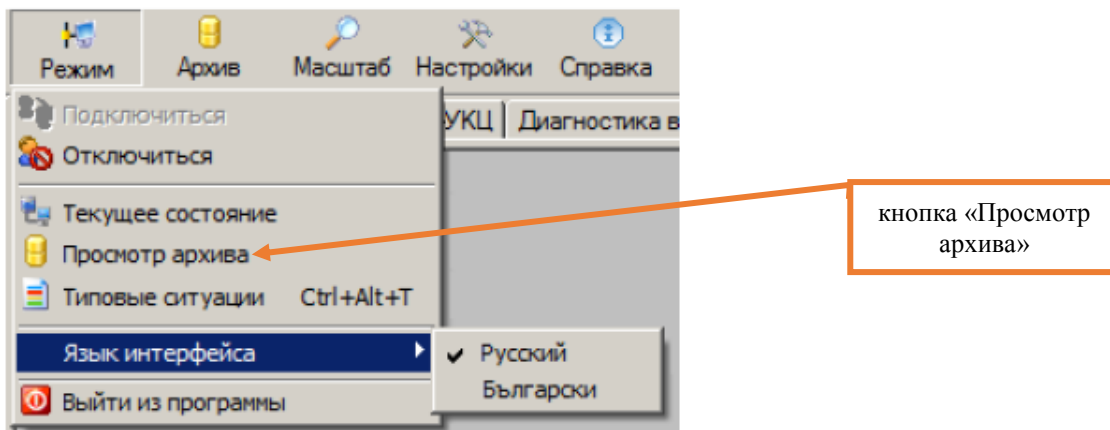

Рисунок 4. Выбор просмотра архива.
7.1.4 Выбрать пункт «Просмотр архива» в меню «Режим» (Рисунок 4) главного меню. Если АРМ еще не находился в режиме «Просмотр архива», начнется загрузка визуальной части проекта во вкладки основной панели главного окна АРМ. Процесс загрузки отображается индикатором выполнения процесса.